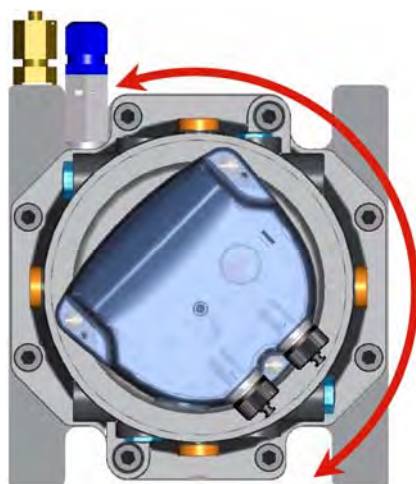
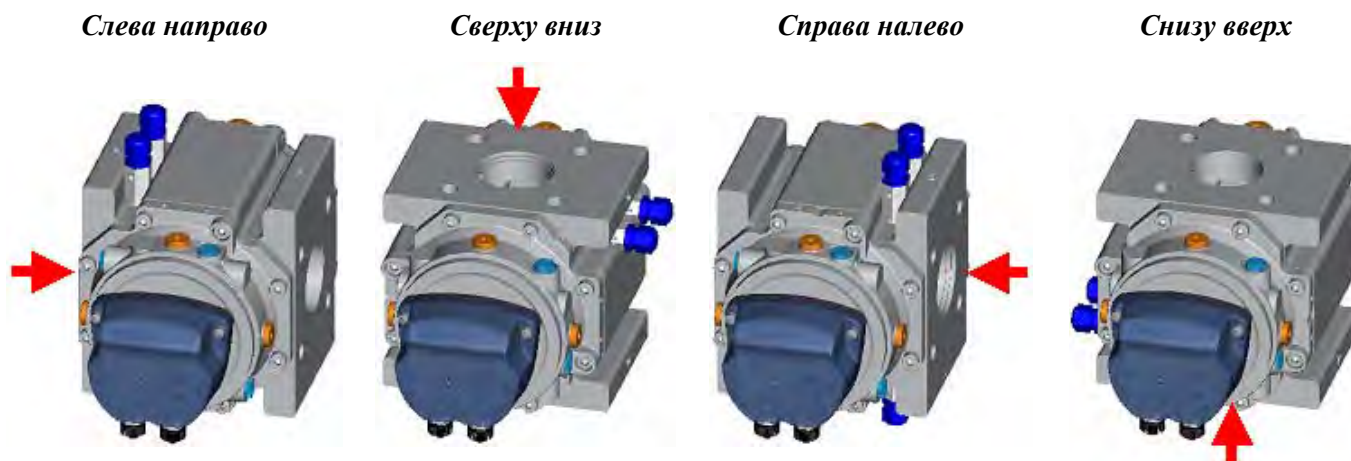

Рис. 5. Поворотное отсчетное устройство
Рис. 6. Варианты установки счетчиков в зависимости от направления потока газа
- 3.16.1. Счетчики с DN от 25 до 150 мм в корпусе из алюминия или чугуна, а также с DN 50 мм в стальном корпусе, имеющие поворотное отсчетное устройство (корпус отсчетного устройства может поворачиваться на 358° для выбора удобного угла считывания показаний) (см. рис. 5), могут устанавливаться в любом положении относительно направления потока газа (относительно горизонтально расположенного роликового сумматора газ может двигаться по следующим направлениям: слева направо, справа налево, сверху вниз, снизу вверх) (см. рис. 6).